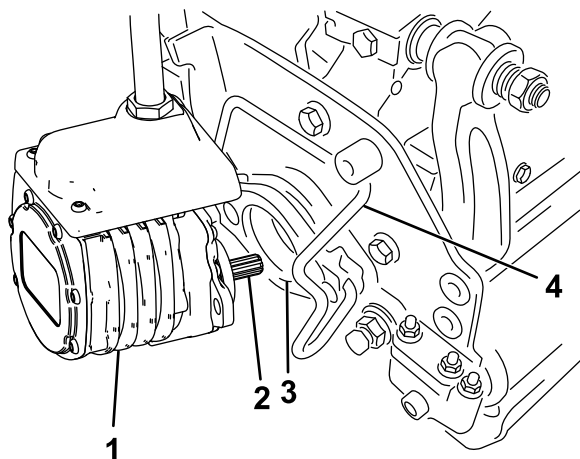

Figure 47
6. Enduisez de graisse propre l'arbre cannelé du moteur de plateau de coupe (Figure 47).
7. Insérez le moteur dans le côté gauche du plateau de coupe (vu de la position de l'utilisateur) et tirez la barre de retenue du moteur située sur le plateau de coupe vers le moteur jusqu'à ce qu'un déclic soit entendu des deux côtés du moteur (Figure 47).